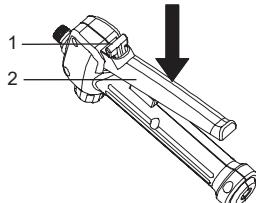

Figura 12
3. Pressione e segure a alavancas para baixo para começar a pulverizar. Consulte a Figura 12.